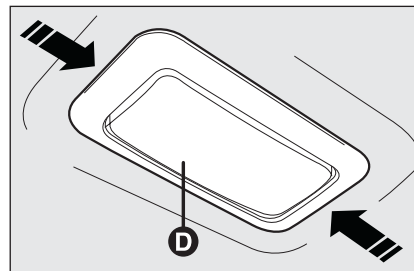
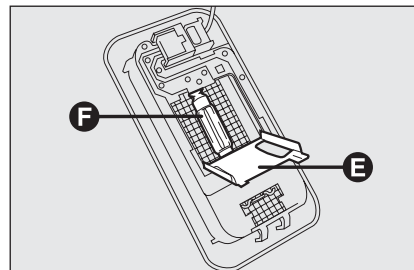

рис. 32
рис. 33
- Нажмите на точки, указанные стрелками, и выньте колпак **Д-рис. 32**;
- Откройте защитную крышку **Е-рис. 33**;
- Замените лампу **Ф-рис. 33**, вынув ее из боковых контактов. Убедитесь, что новая лампа надежно закреплена между контактами;
- Закройте защитную крышку **Е-рис. 33** и установите колпак **Д-рис. 32** на место, надежно защелкнув.